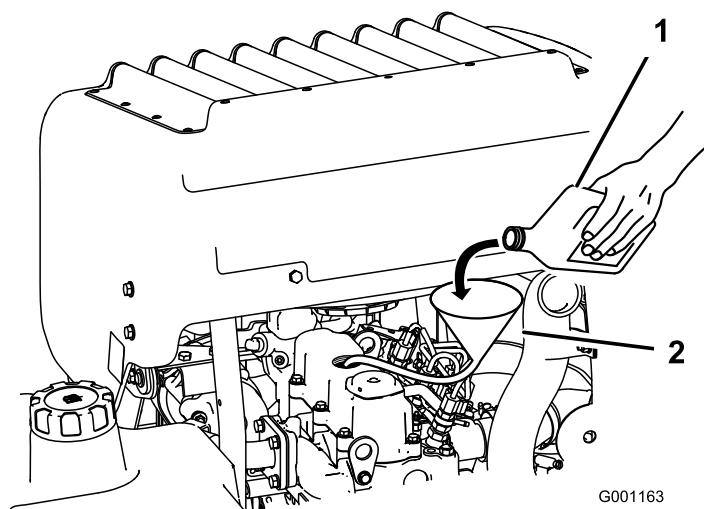

Figura 37
3. Per versare l'olio nel motore, utilizzate un flessibile ed un imbuto adatto (Figura 37).